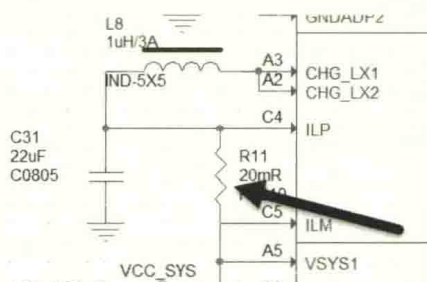
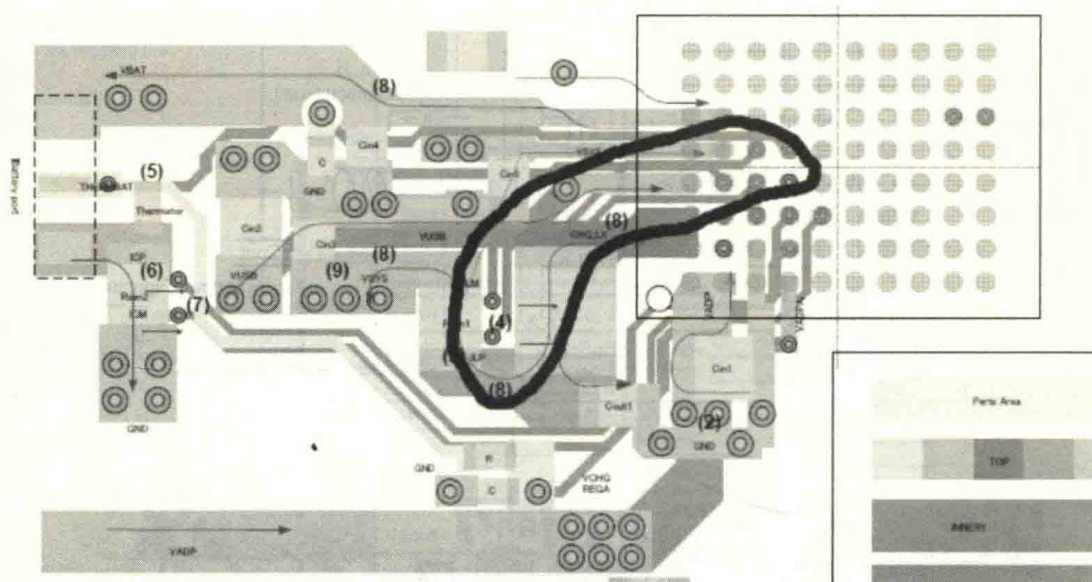

图 14-15 充电电流采样电阻
图 14-16 采样电阻 R11 差分走线
(2) RC5T619 中有两个采样电阻。一个采样电阻是充电电流采样电阻 R11，如图 14-15 所示，在 PCB 走线时需要从采样电阻 R11 的两端差分走线到 C4 与 C5 两个焊盘上，如图 14-16 中标记线所示，特别注意 C5 不能直接跟 A5 接在一起，否则会出现充电电流偏小的现象。